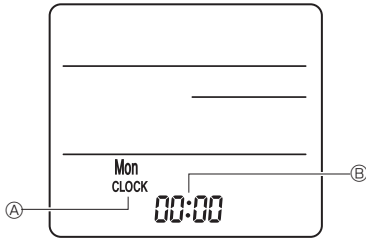

Fig. 7-8
3) Настройка (установка времени) (Fig. 7-8)
① Установите батарейки или нажмите кнопку ● CLOCK каким-нибудь предметом с острым концом.